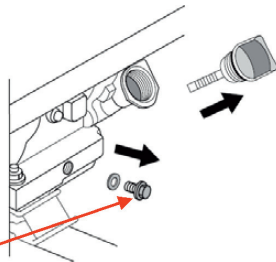

Рис. 19
5. Закрутите на место сливной болт с прокладкой (Рис. 19)